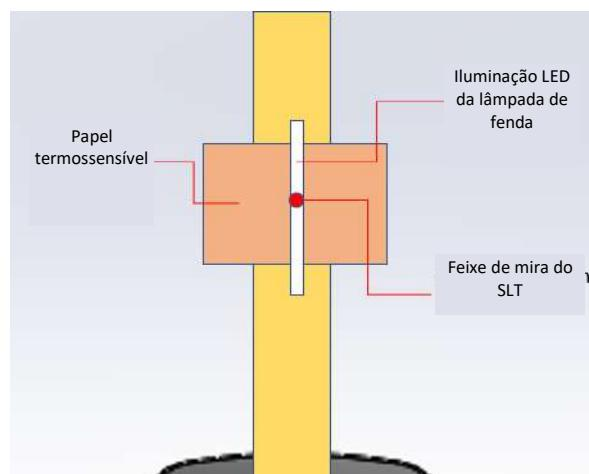

Figura 32: Focos de orientação com a lâmpada de fenda alinhada
6. Movimente o cabeçote do laser com o joystick de modo que o feixe de mira coincida em um ponto no alvo do papel termossensível (ver figura 32). O feixe de mira também deve estar no centro da iluminação LED.
6. Movimente a cabeça do laser com o joystick de modo que você visualize a imagem nítida da superfície do papel (foco da objetiva principal) e o feixe de mira. O feixe de mira também deve estar no centro da iluminação LED (ver Figura 32).